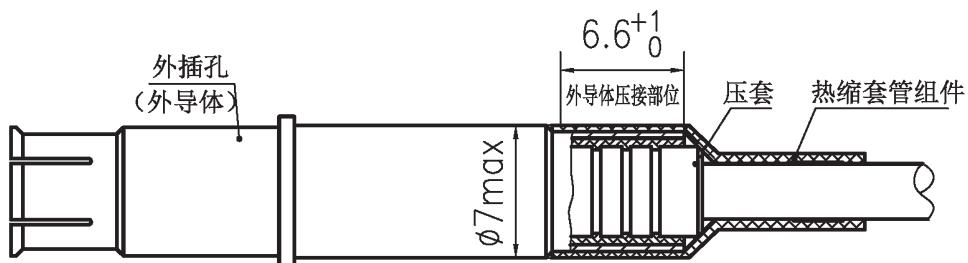

图10
(2) 把热缩套管组件推至外插孔尾部台阶处，并在该位置热缩。见图10。